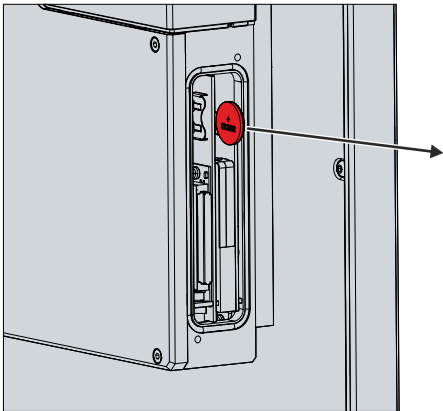

Abb. 16: Austausch Batterie
2. Stecken Sie die neue Batterie per Hand in den PC. Achten Sie dabei auf die richtige Polung. Der Pluspol muss zur Rückseite des PCs zeigen, der Minuspol zum Display (siehe Abb. 16).